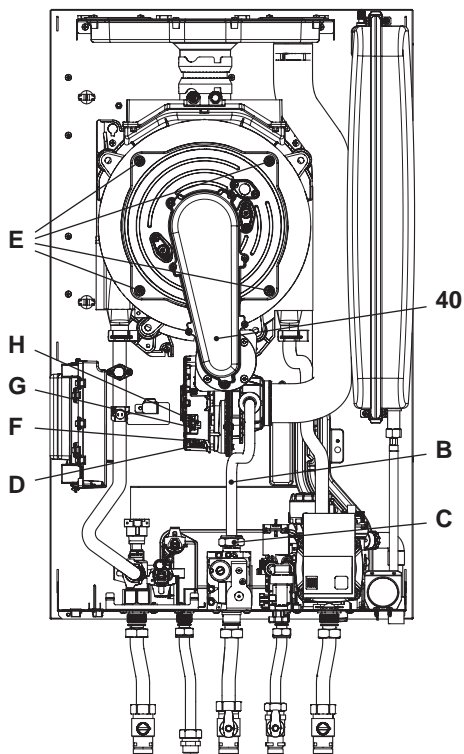

Figura 9.7
Rimozione del gruppo bruciatore ventilatore 40 in Figura 9.7.
- Inserire un cacciavite piano nella rientranza **D** del connettore **F** e fare leva verso il basso, contemporaneamente scollegare il connettore **F** tirandolo frontalmente (Figura 9.7).
- Scollegare il connettore del ventilatore **G** premendo il gancio in plastica **H** posizionato nella parte sottostante del connettore (Figura 9.7).
- Svitare i dadi **E** e rimuovere il gruppo bruciatore ventilatore 40 (Figura 9.7)